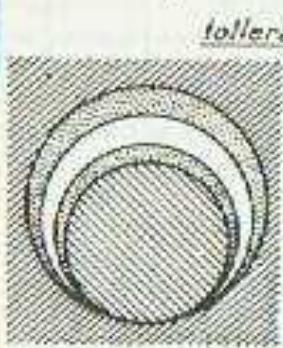
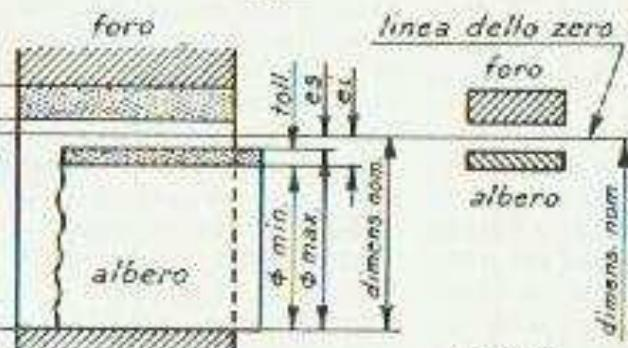

Fig. 1
Fig. 2
*Il sistema di tolleranza ISO definisce i limiti dimensionali dei pezzi destinati all'accoppiamento o isolati di qualsiasi forma. I termini foro ed albero hanno pertanto significato convenzionale. La fig. 1 illustra le definizioni di un accoppiamento (con gioco) che in seguito sarà semplificato come nello schema in fig. 2.*